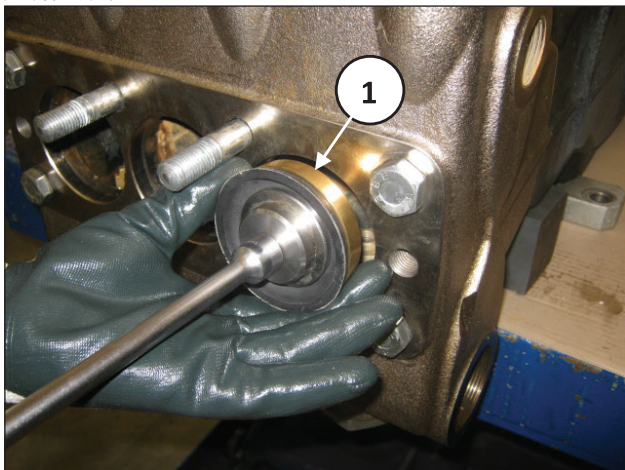

图 135
在一把T形扳手的帮助下，把活塞密封包连PMS活塞定距片组插入到液压缸内(位置①，图 135)，注意不要损坏密封唇。拧紧M8螺栓，直至密封包进入座中并参照第3章中指出的扭矩将其拧紧。